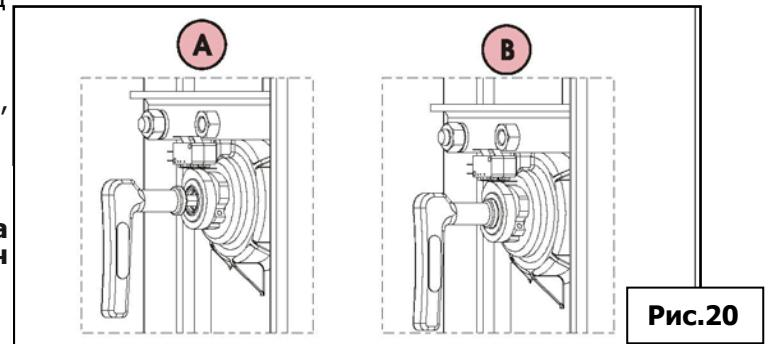

Рис.20
- 2) Установите специальный ключ, находящийся в стойке, в отверстие расцепления (рис.20, поз.А) и повернуть его по часовой стрелке на несколько оборотов до упора.